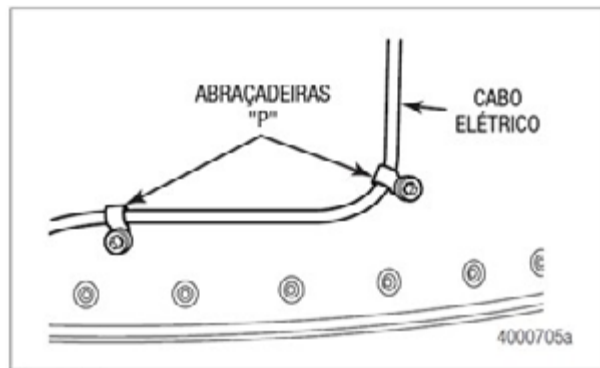

Figura 2.68
4. Leve o chicote de fiação da luz de advertência até a caixa de sete vias do reboque. Prenda o chicote na parte frontal do reboque, usando as abraçadeiras em P fornecidas. Corte o chicote, garantindo que haja comprimento suficiente para fazer as conexões na caixa de sete vias. Leve o chicote para dentro da caixa de sete vias. Figura 2.68.